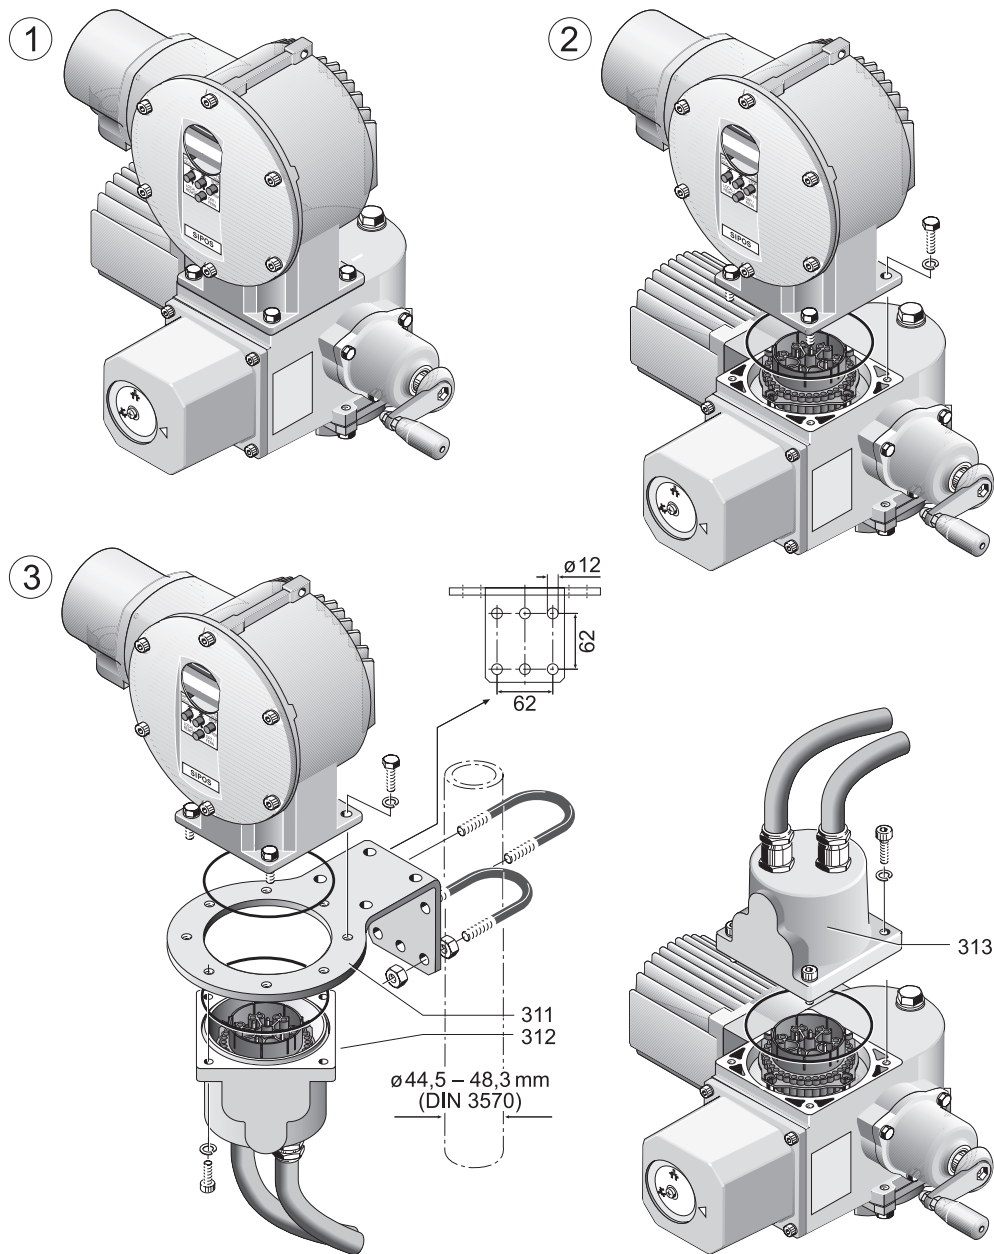

图 4：分体安装
- 将安装支架（见 311 部件，图 4）固定在将要安装控制单元的地方。